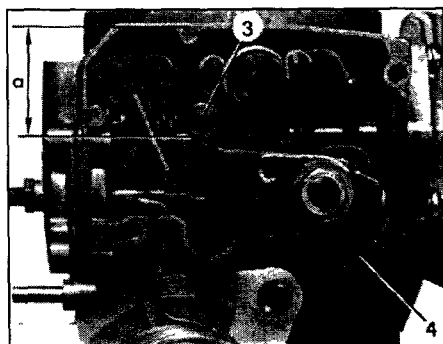

Рис. 4.15 Размер (а) термостатической капсулы пускового устройства
б Измерьте пусковой зазор хвостовиком сверла - отрегулируйте винтом (4) (рис. 4.15)
15 Измерьте зазор "а" (рис. 4.15). При 20°C зазор должен быть 27,6 мм.